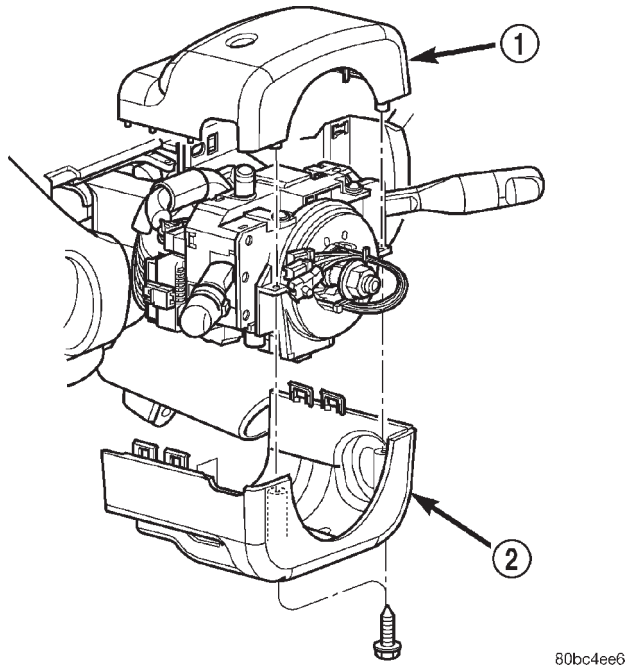

Fig. 278 Cubiertas de la columna de dirección
(2) Retire las cubiertas superior e inferior de la columna de dirección (Fig. 278).
(1) Emplace el alojamiento del mecanismo de interbloqueo en la columna de dirección. Instale los dos tornillos de fijación del mecanismo de interbloqueo en la columna de dirección. Apriete los tornillos con una torsión de 3 N·m (21 lbs. pulg.).
(2) Encaje el cable de interbloqueo dentro del alojamiento.
(3) Instale las cubiertas superior e inferior de la columna de dirección (Fig. 278).